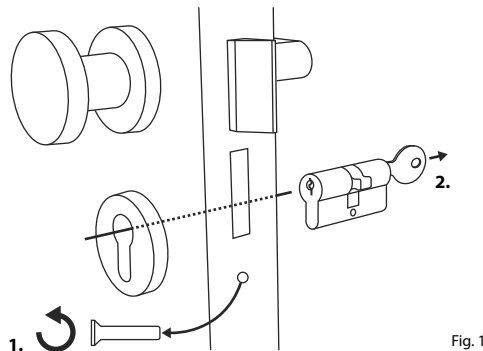

Fig. 1
- Retirez le cylindre de serrure existant en desserrant la vis de fixation dans la porte et en retirant le cylindre à l'aide de la clé insérée (Fig. 1).